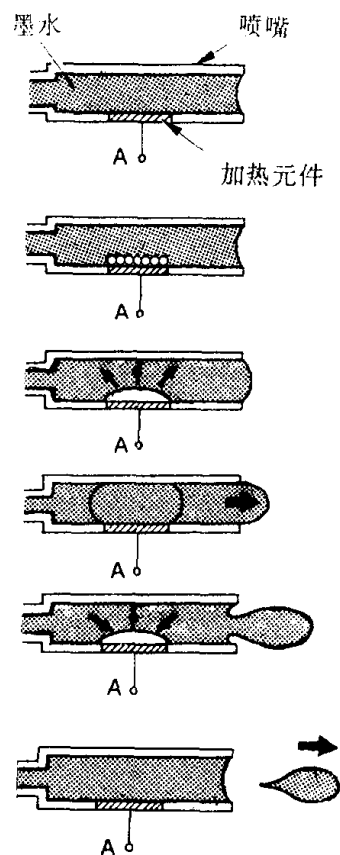

图 1-10 热气泡式喷墨打印机墨水喷射原理
(2) 热气泡式喷墨 图 1-10 示出了该种打印机的工作原理,其喷头结构与压电式相似。